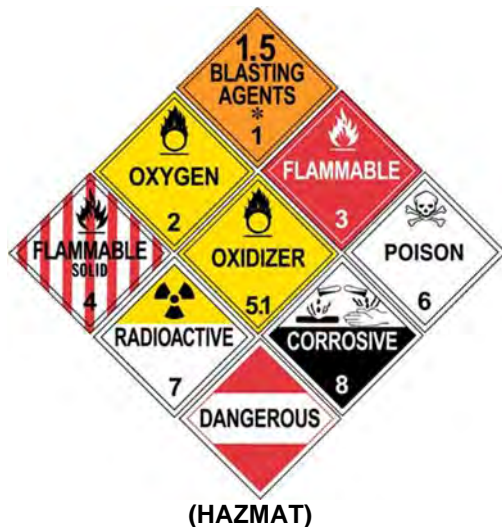

Figura 9.3
**Rótulos** Los rótulos se usan para advertir a los demás sobre la presencia de una carga de materiales peligrosos. Son señales que se ponen en el exterior del vehículo y de los paquetes a granel para identificar la clase de riesgo de la carga. Un vehículo rotulado debe tener por lo menos cuatro rótulos idénticos colocados al frente, a ambos lados y en la parte trasera del vehículo. Ver la figura 9.3. Los rótulos deben ser legibles desde las cuatro direcciones. Miden cuando menos 10¼ pulgadas cuadradas y se colocan en posición vertical sobre uno de los vértices formando un rombo. Los tanques de carga y otros empaques a granel muestran el número de identificación de su contenido en rótulos o carteles anaranjados o en cuadrados blancos del mismo tamaño que los rótulos.